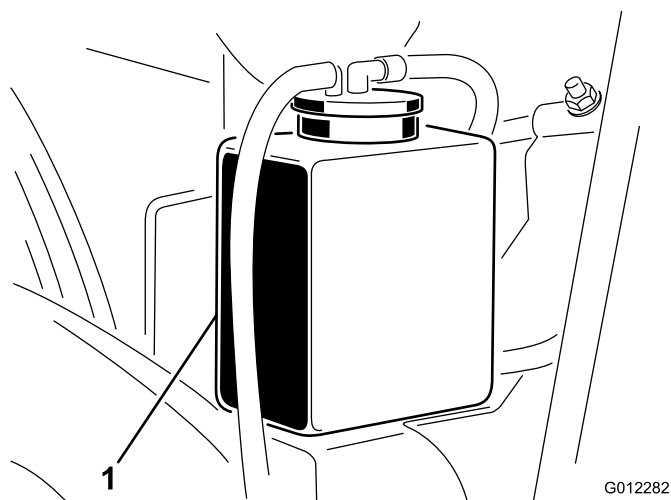
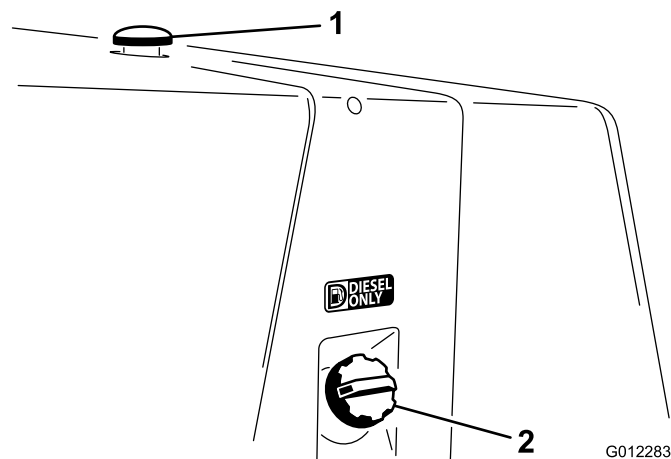

Figure 12
Figure 13
1. Retirez le bouchon du radiateur Figure 13 et le bouchon du vase d'expansion avec précaution (Figure 12).
2. Vérifiez le niveau de liquide de refroidissement dans le radiateur. Le radiateur doit être rempli jusqu'en haut du goulot de remplissage et le vase d'expansion jusqu'aux repères sur le côté (Figure 12).
3. Retirez le bouchon du réservoir de carburant (Figure 13).